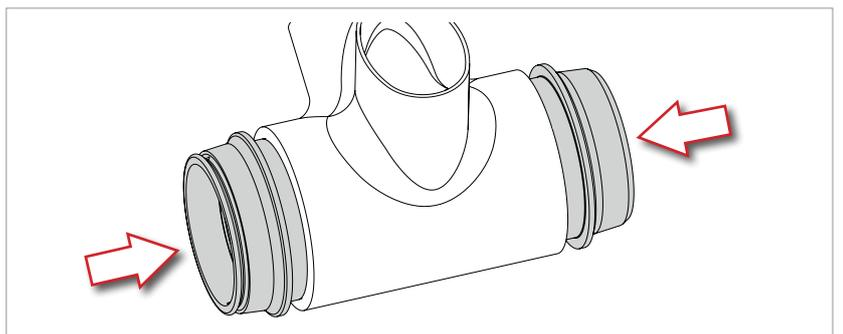

Fig.4
- Coloque ambas cazoletas en la caja del pedalier hasta que note que aumenta la resistencia en la cazoleta y que la junta tórica desaparece en el interior de la propia caja del pedalier (Fig. 4).